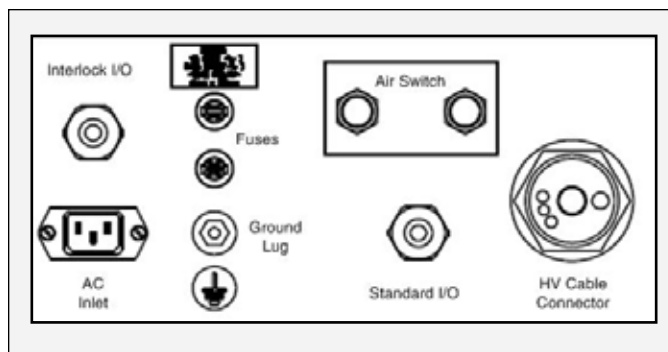

Figure 4 : Interface de connexion 9060
L'interface de connexion du contrôleur 9060 présentée sur la Figure 4, fournit toutes les connexions nécessaires pour la configuration d'un système de peinture à commande locale. Cette interface de connexion est constituée d'un (1) connecteur de câble haute tension, d'un (1) connecteur d'E/S standard, d'un (1) connecteur d'E/S de verrouillage, d'un (1) raccordement de cosse de masse, d'un (1) raccordement pour contacteur de débit d'air, de deux (2) fusibles, et d'une (1) prise pour entrée CA.